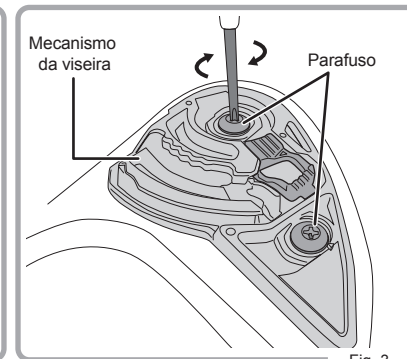

Fig. 3
3. Aperte firmemente cada parafuso do mecanismo da viseira no sentido horário. (Fig. 3)